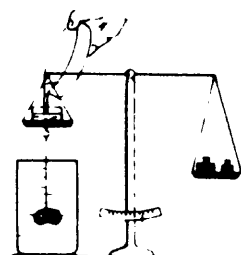

Fig. 9
- c) El equilibrio se restablece cuando se coloca en el recipiente que está en el plato, el agua derramada (fig. 9).